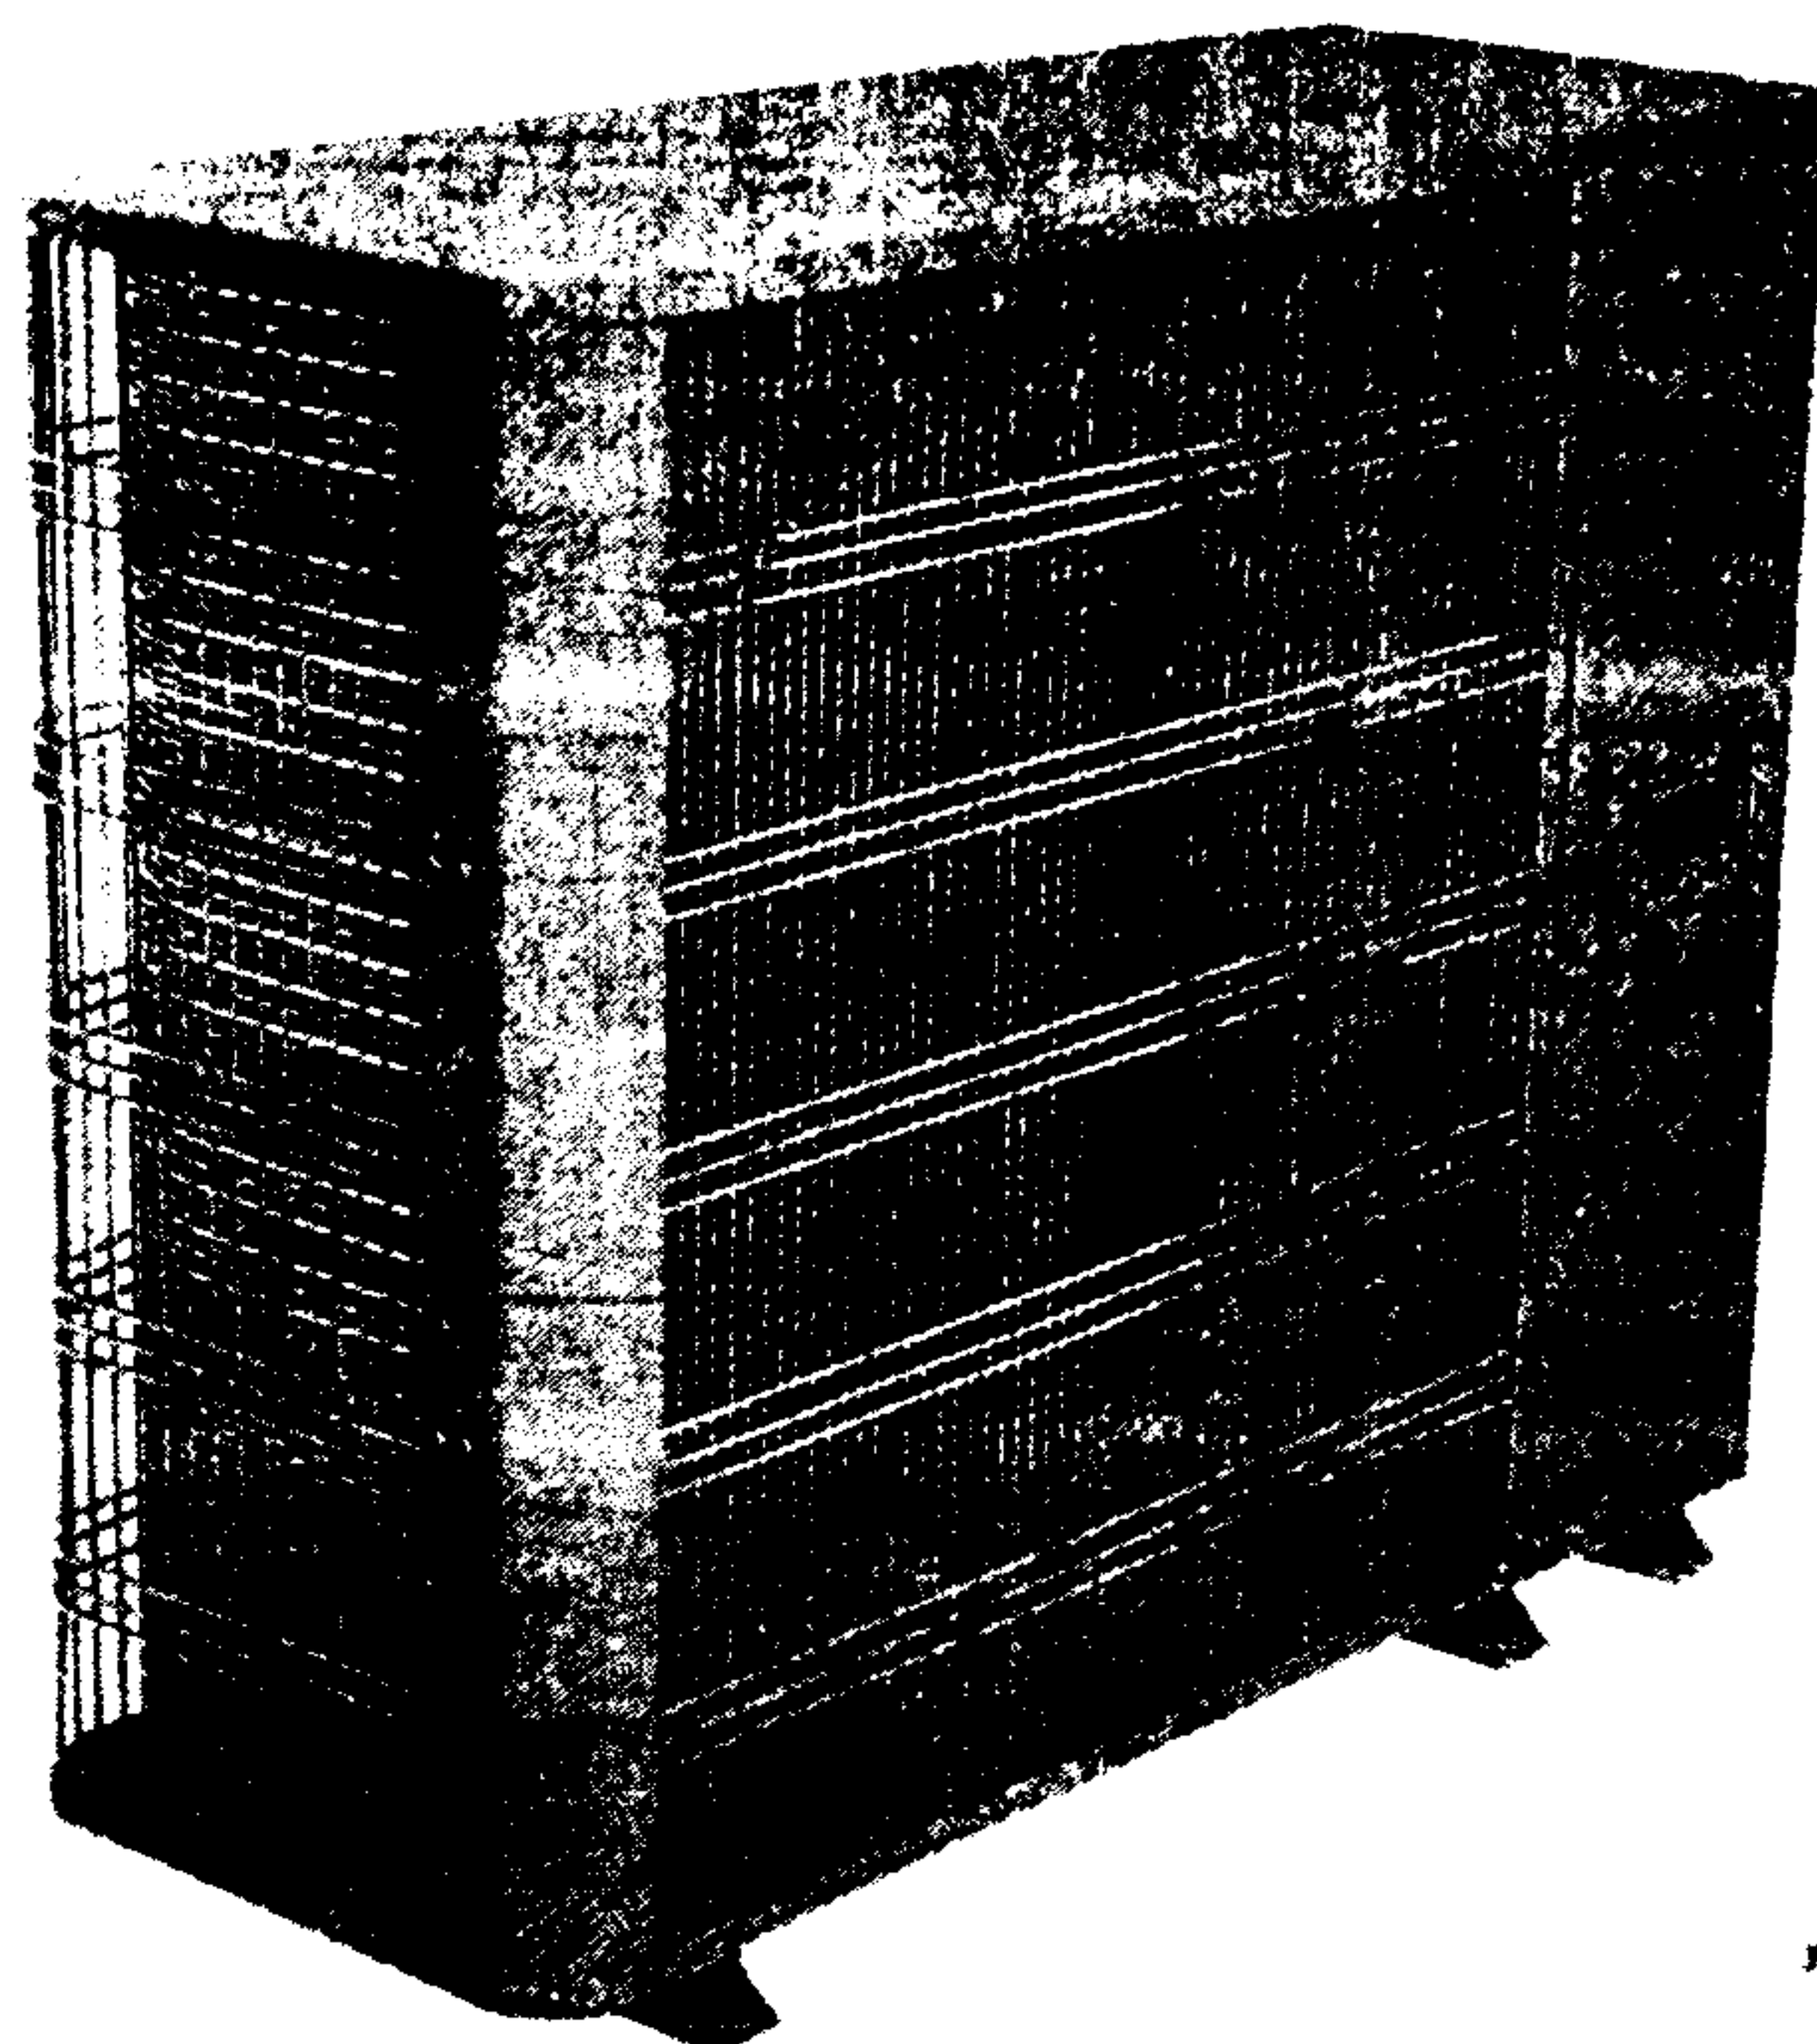

Рис. 1 – Модель 38QRT
**РАСПАКОВКА БЛОКА** (Смотри рис. 1) – Передвиньте блок в место окончательной установки.